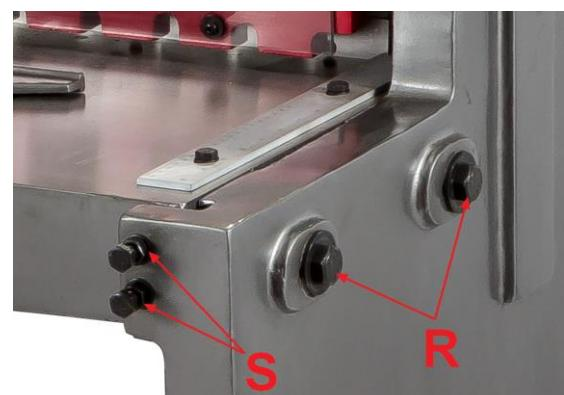

Рис.5
- Ослабьте шестигранные гайки и болты (S , Рис.5). При незатянутых винтах все четыре угла стола должны располагаться под прямым углом к правой и левой боковой панели. При необходимости подложите прокладки под ножки станка.
Передвиньте нижний нож по направлению к верхнему. Немного ослабьте болты (R , Рис.5) и шестигранные гайки и поверните болты (S , Рис.5) для перемещения нижнего ножа к верхнему. Расстояние между верхним и нижним ножами должно составлять от 0,002 до 0,005 дюйма. Ножи **НЕ** должны перекрываться. Повторите тест с разрезом бумаги. Когда резка вас устроит, затяните шестигранные гайки (S , Рис 5) и болты (R , Рис. 5).